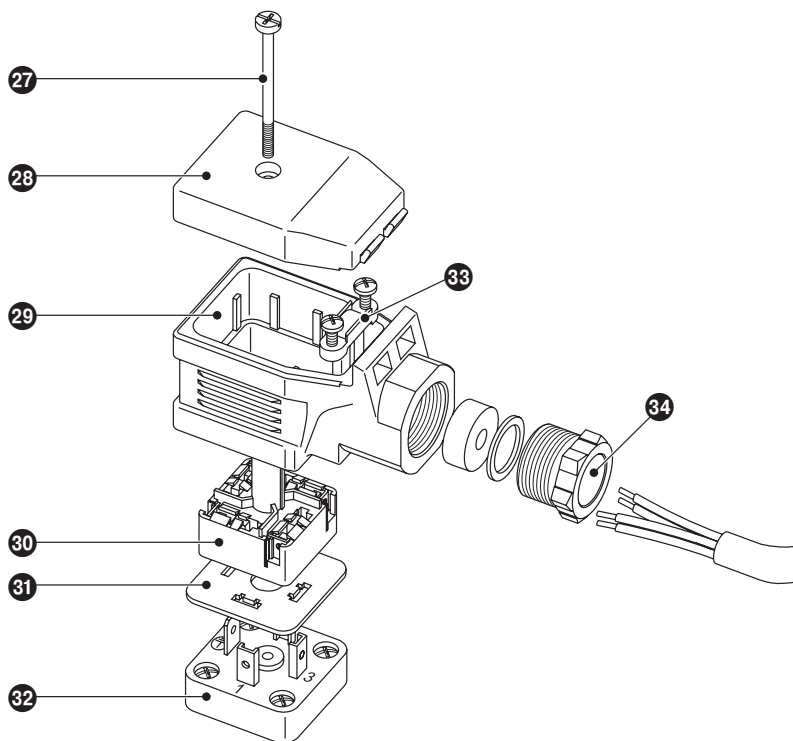

Рис. 17
1. Ослабить винт 26. **Рис. 17**
1. Ослабить винт **27**. **Рис. 17**